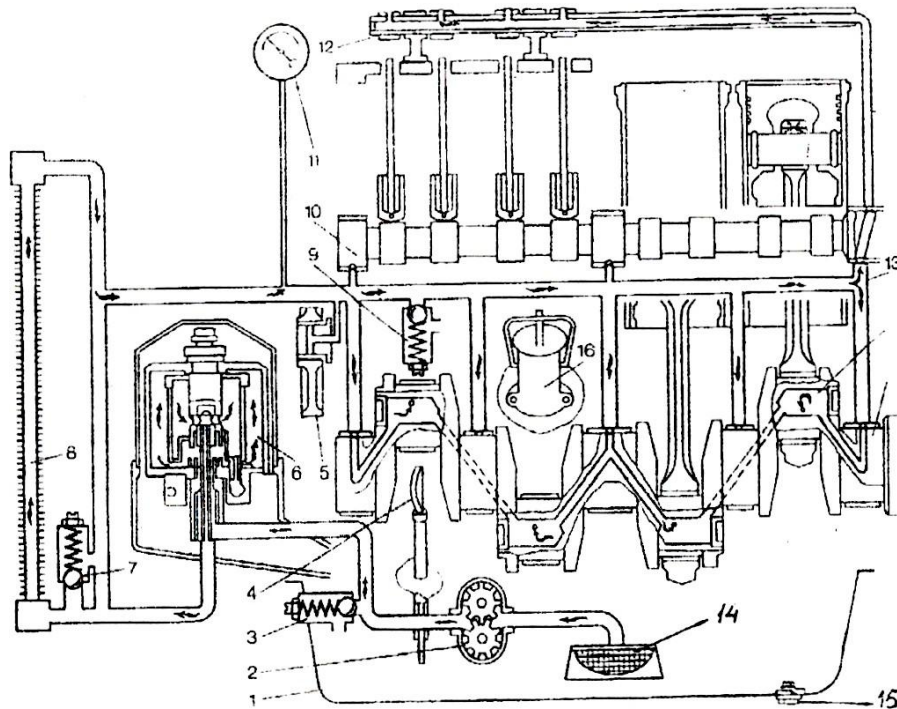

Рис. 4.1. Схема смазочной системы:
1. Обозначьте в соответствии с нумерацией (1-15) детали и приборы смазочной системы (рис. 4.1.)